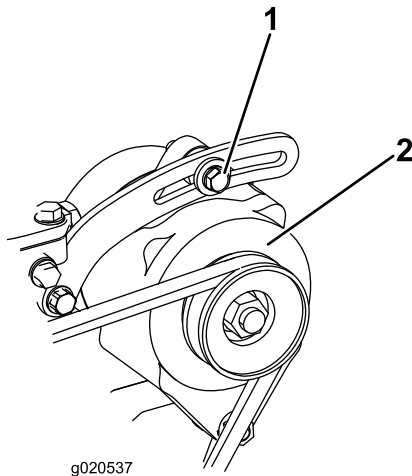

Figure 78
2. Desserrez les boulons de fixation de l'alternateur (Figure 78).